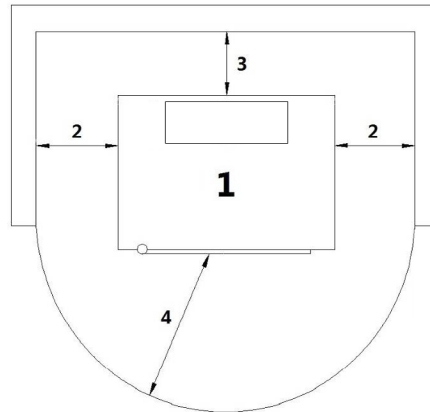

Fig. 13 - Installation générique
LÉGENDE Fig. 13 à page 49
- Il est obligatoire d'installer le poêle éloigné des murs et/ou meubles, avec un écart minimum de 200 mm aux côtes, de 200 mm derrière, afin de permettre un refroidissement efficace de l'appareil et une bonne distribution de la chaleur dans l'ambiance (voir Fig. 13 à page 49).
- Si les murs sont en matériel inflammable, contrôler les distances de sécurité (voir Fig. 13 à page 49).